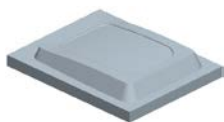
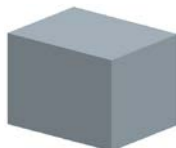

图 2.12 着色后的下半部分体积块
图 2.13 着色后的上半部分体积块
Step5. 在“体积块分割”操控板中单击 **体积块** 按钮，在“体积块”界面中单击 **1** ☒ **体积块_1** 区域，此时模型的下半部分变亮，如图 2.12 所示，然后在选中的区域中将名称改为 lower_vol；在“体积块”界面中单击 **2** ☒ **体积块_2** 区域，此时模型的上半部分变亮，如图 2.13 所示，然后在选中的区域中将名称改为 upper_vol。